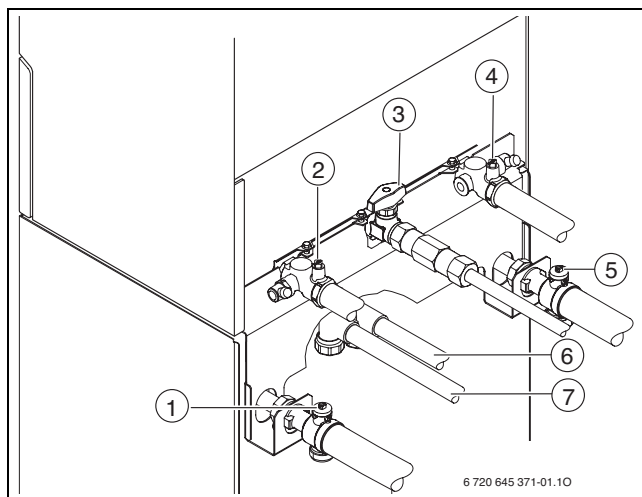

Fig. 13
- Rubinetti di manutenzione per acqua e gas (→ fig. 13)